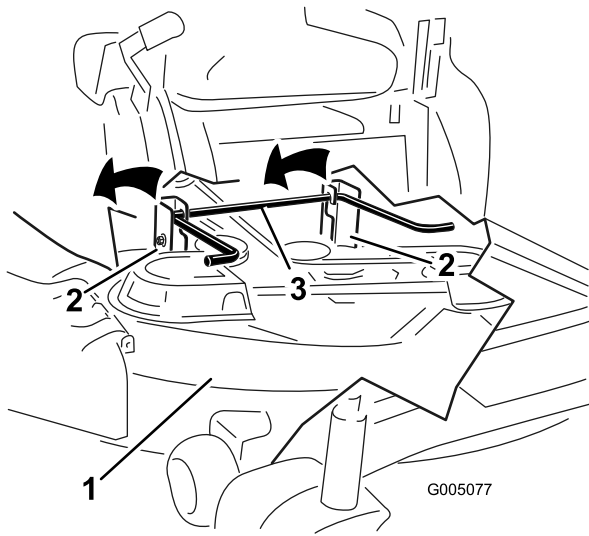

**Figura 64**
- 6. Alzate il tosaerba e i supporti di sostegno dall'asta di sollevamento posteriore e abbassate con cautela il tosaerba al suolo (Figura 64).
5. Alzate la parte posteriore del piatto di taglio e guidate i supporti di sospensione lungo l'asta di sollevamento posteriore (Figura 64).